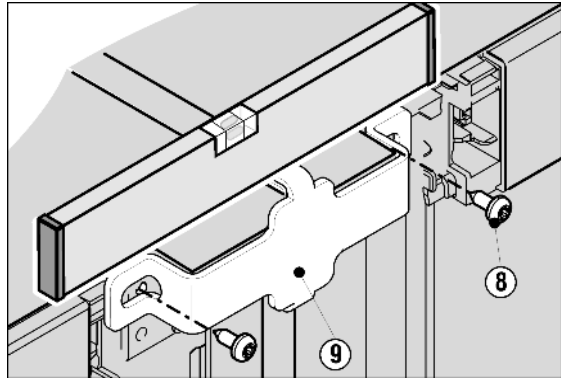

Fig. 5
- ▶ Aproxime o nivele de nuevo los aparatos y, mientras tanto, en la parte superior delantera, utilizando los tornillos Fig. 5 (8), atornille la escuadra de fijación Fig. 5 (9) grande. Dado el caso, grabe los agujeros de tornillo o utilice un destornillador de batería.